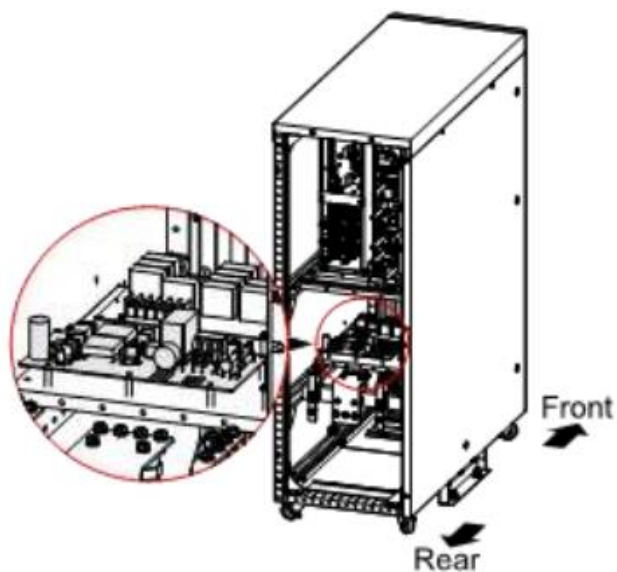
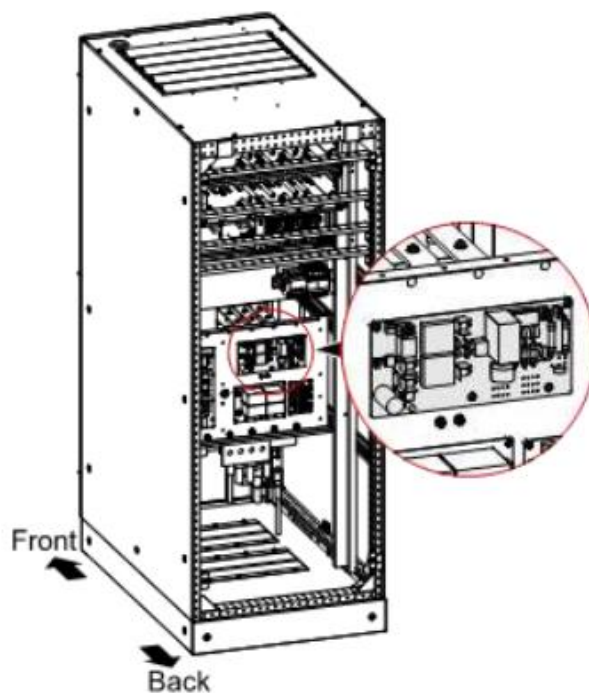

Рисунок 3-25 Установка платы управления размыкателем цепи батареи для ИБП VGD-II-60K33HC-UF, VGD-II-80K33HC-UF, VGD-II-100K33HC-UF, VGD-II-120K33HC-UF.
Рисунок 3-26 Монтажное положение платы управления размыкателем цепи батареи для ИБП VGD-II-160K33HC-UF, VGD-II-200K33HC-UF.
- Шаг 1 Возьмите печатную плату устройства управления размыкателем цепи батареи, установите ее в заднюю часть ИБП с помощью пяти болтов М4. Положение установки показано на Рис. 3-25, Рис. 3-26.